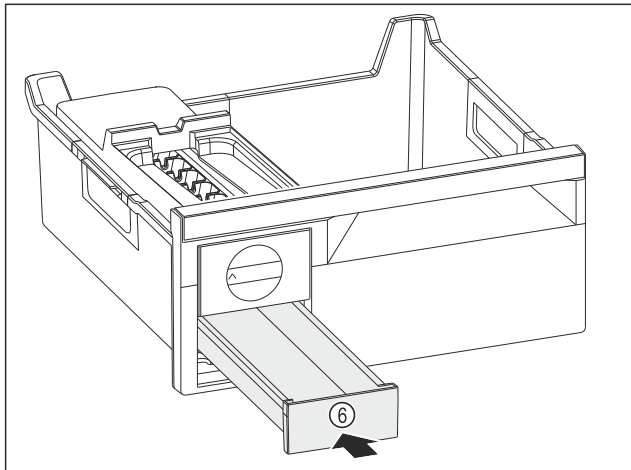

Fig. 116
- Introducir el cajón para cubitos de hielo Fig. 116 (6).